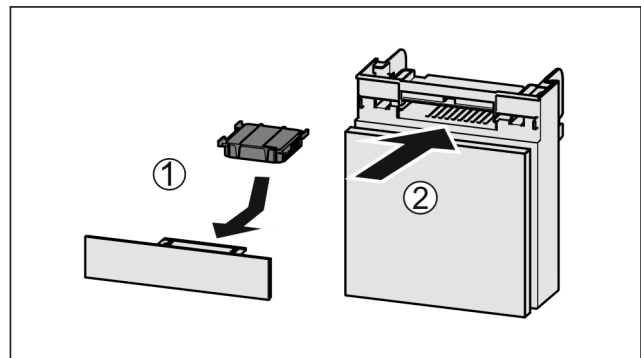

Fig. 219
- Vendosni filtrin me karbon aktiv siç tregohet në figurë Fig. 219 (1).
- Futni kutinë në vend Fig. 219 (2).